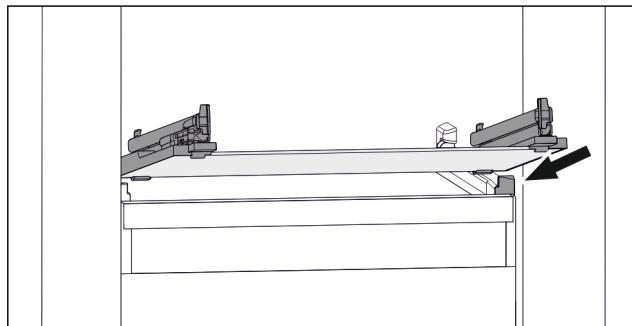

Fig. 168 Приближене відображення скляної пластини
- Встановити скляну пластину за стопорами навкось. (див. Fig. 168)